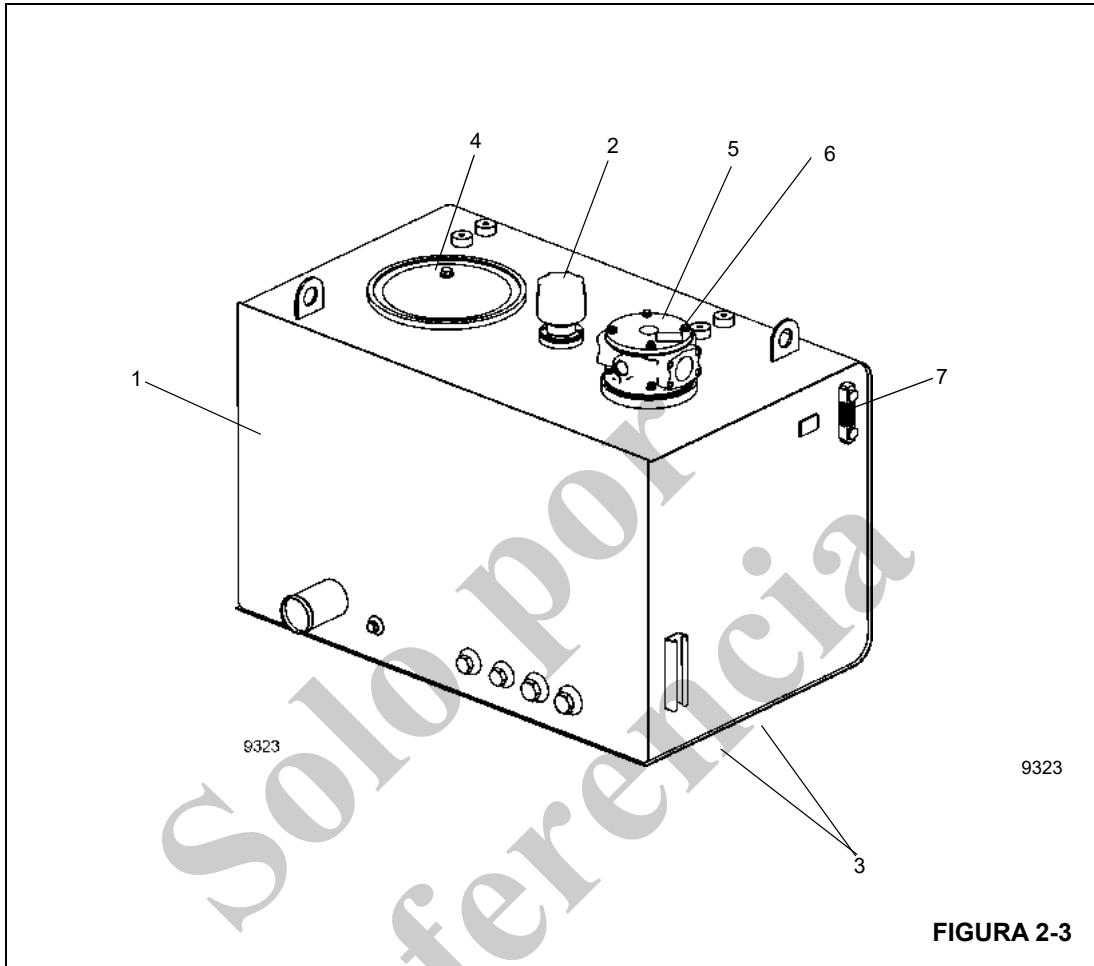

FIGURA 2-3
El depósito Figura 2-3, fijado en el lado derecho del chasis del vehículo, tiene las capacidades que se indican en la tabla a continuación.
Una tapa de llenado (2) (Figura 2-3) en la parte superior del depósito sirve para llenar el depósito. La tapa de llenado incluye un colador para recolectar los contaminantes y empaquetaduras para impedir las fugas. Hay una tapa con respiradero en la parte superior del depósito para permitir que el aire entre o salga del depósito. Es muy importante que el respiradero se mantenga limpio para evitar dañar el depósito.
El filtro de aceite hidráulico (Figura 2-3) y (Figura 2-4) está en el depósito. Está instalado en la parte superior del depósito y su salida de derivación está incorporada a la caja del filtro. La caja del filtro contiene un elemento reemplazable. El aceite hidráulico de retorno entra al depósito por el colector del filtro y el elemento de filtro.